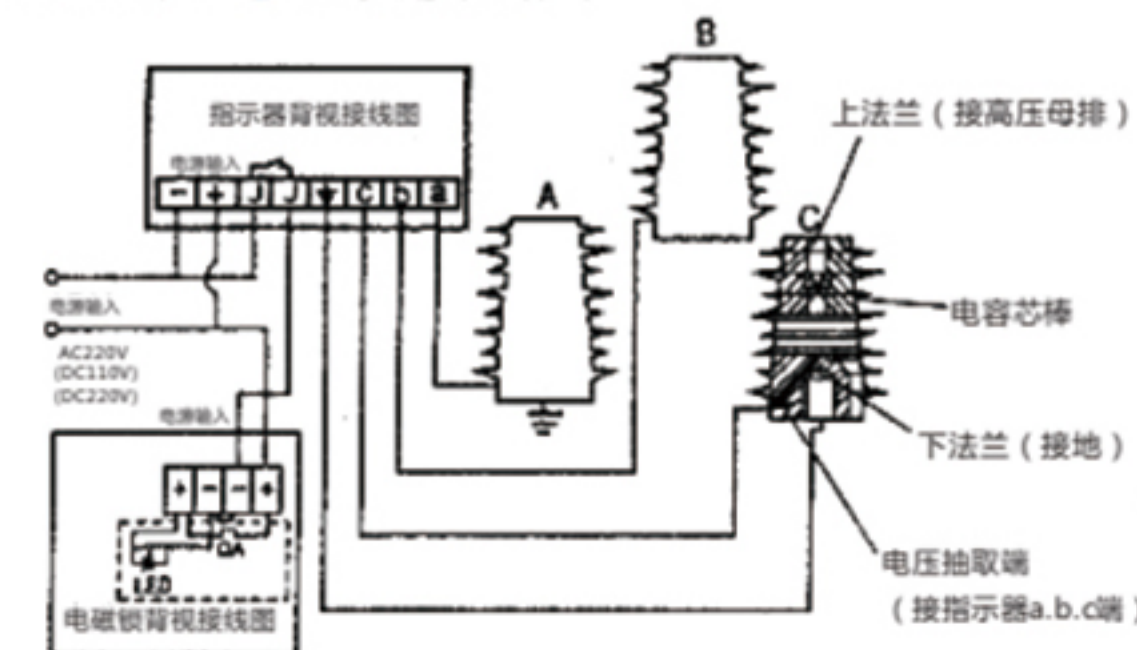
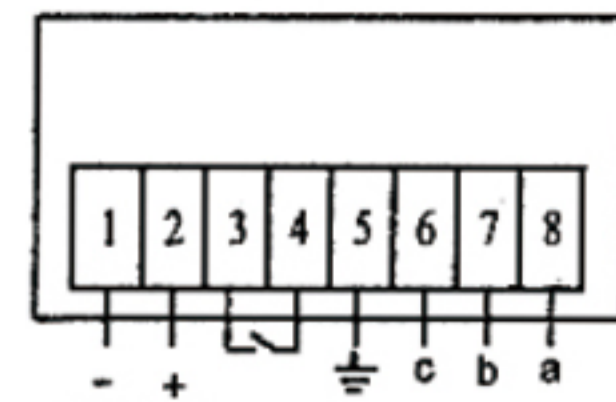

图6
图9
①    ②    ③    ④    ③额定电压等级    ④指示器规格（详见表一）
**T型电压指示器：**当高压端电压在额定相电压 15%~<65%，指示灯开始分别指示高压端带电状况；（与电压传感器配套使用接线图见图6、图9）。